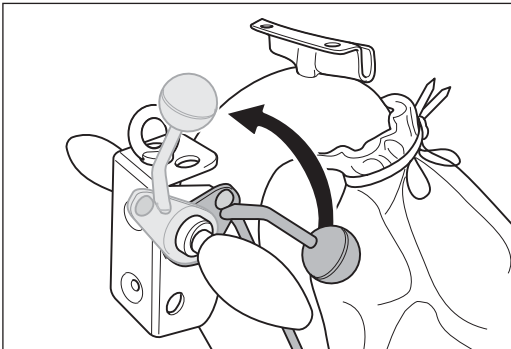

Abb. 26 Den Ablasshebel am Handgriff bis zum Anschlag nach oben ziehen. Dadurch wird die Schleifwalze vom Boden abgehoben.
- 1 Ziehen Sie den Ablasshebel am Handgriff bis zum Anschlag nach oben (Abb. 26). Dadurch wird die Schleifwalze vom Boden abgehoben.
Nach dem die oben genannten Bedingungen erfüllt sind und die Schleifwalze vom Boden abgehoben ist (Abb. 26), können Sie mit dem Schleifen beginnen: